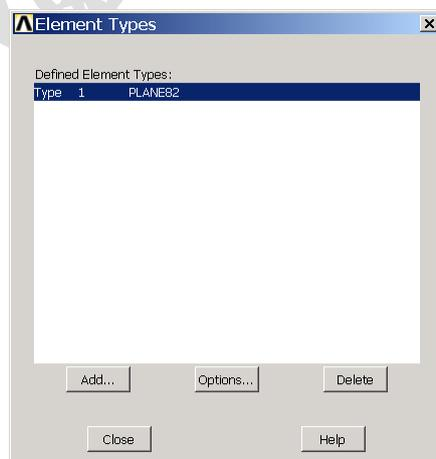

图1.24 【Element Types】对话框
(4) 回到【Element Types】对话框，如图 1.24 所示。